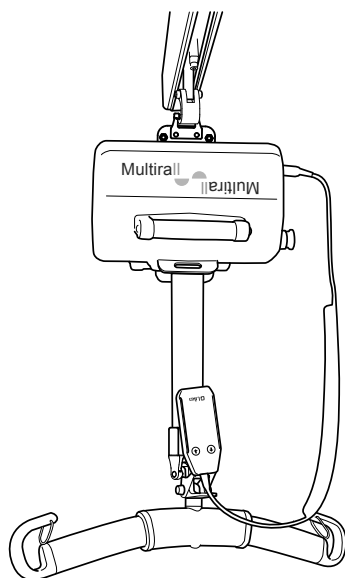

fig. 1
- monterad med lyftbandet under lyftenheten (fig. 1) eller